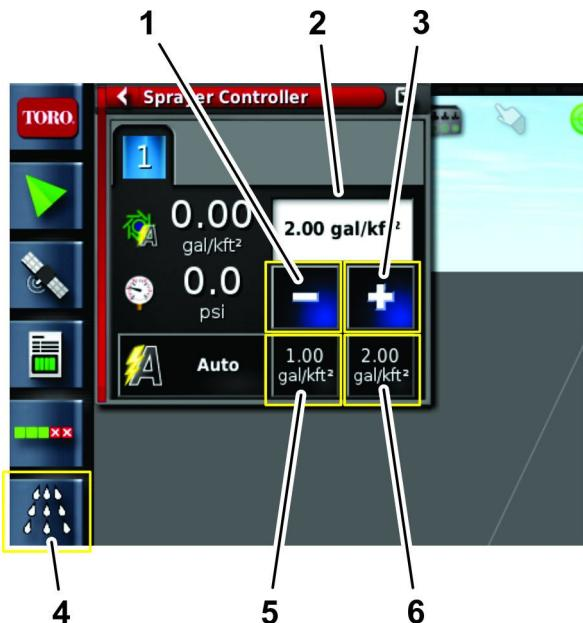

Figure 180
- Entrez le débit d'application voulu à l'aide des prérglages, des icônes + ou -, ou en sélectionnant l'icône de débit d'application actuel (Figure 180).